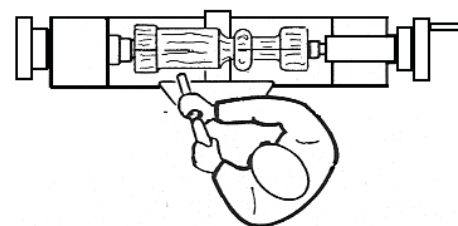

Рис. 4
- Всегда опирайте токарный инструмент на стальной подручник. Инструмент направляйте кистью руки с сомкнутыми пальцами (Рис.4 и 5).